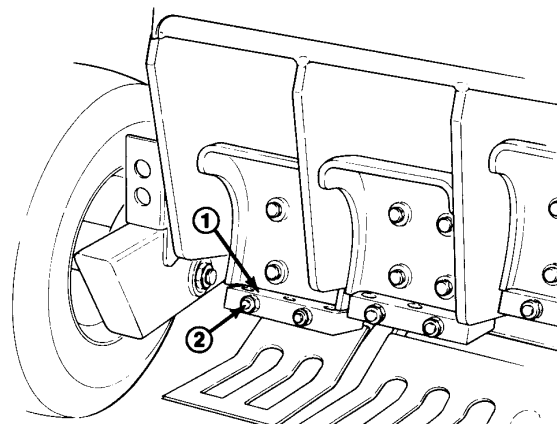

Fig. 9
4. Løsne (2) sekskantmutre på hver tindblokk til tindene kan settes inn. Før dem inn til de bunner ut på flensen i tindblokken (fig. 9).